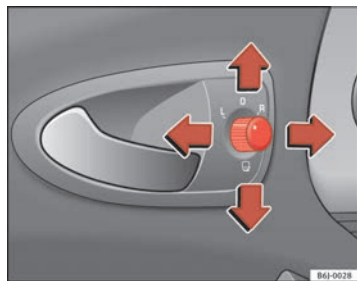

Abb. 64 Drehknopf für Außenspiegeleinstellung
1. Drehen Sie den Drehknopf $\Rightarrow$ Abb. 64 in Stellung **L** (linker Außenspiegel).
- Drehen Sie den Drehknopf $\Rightarrow$ Abb. 64 in Stellung , um die Außenspiegel anzuklappen. Sie sollten die Außenspiegel immer anklappen, wenn Sie eine automatische Waschanlage durchfahren, um Beschädigungen zu vermeiden.